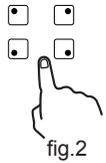

fig.2
- Presione el botón de selección de zona de cocción (fig. 2) para la zona que desea usar.
- Seleccione la zona de cocción (fig. 2) y el nivel de calor deseado (fig. 3).